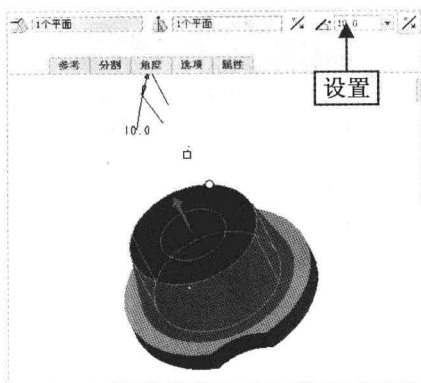

图 6-28 设置参数
Step 05 在绘图区选择圆柱顶面, 在“角度 1”数值框中输入 10, 并调整方向, 如图 6-28 所示。